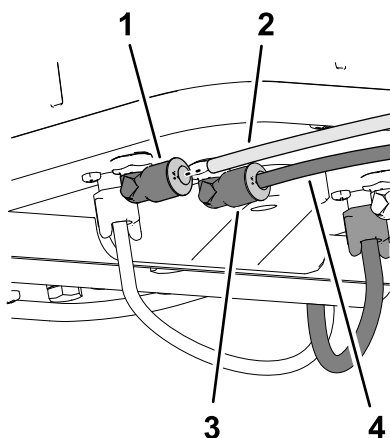

Figura 142
- Inserite il tubo trasparente nel raccordo dell'aria nella piastra del compressore laterale (**Figura 141** e **Figura 142**).
3. Inserite il tubo blu nel raccordo del liquido nella piastra del compressore laterale (Figura 141 e Figura 142).
5. Inserite il tubo trasparente nel raccordo dell'aria nella piastra del compressore laterale (Figura 141 e Figura 142).
6. Inserite il tubo blu nel raccordo del liquido nella piastra del compressore laterale (Figura 141 e Figura 142).